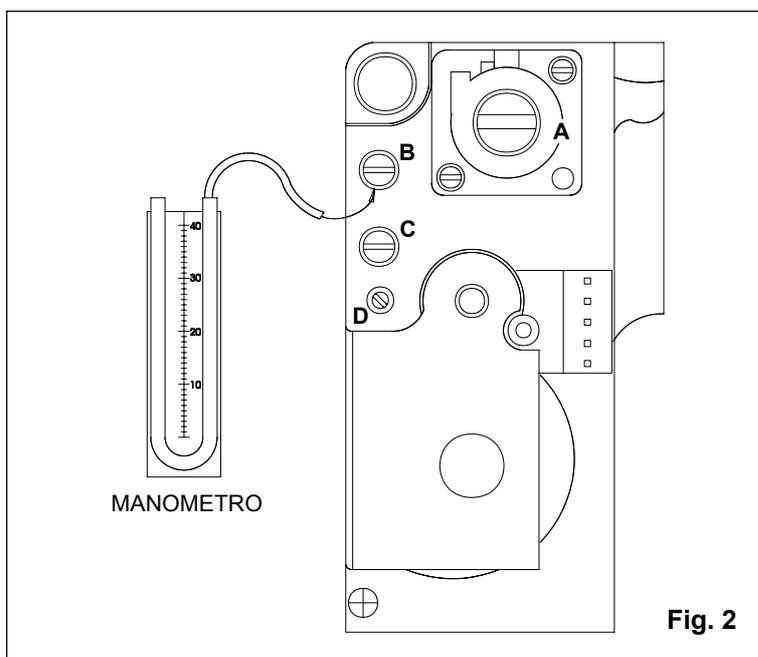

Fig. 2
- inserire un manometro nella presa di pressione **B** (fig. 2);
- togliere il tubetto di silicone dalla presa di pressione **B** (fig.2), serrare la vite e assicurarsi che non vi siano fuoriuscite di gas;
b. inserire un manometro nella presa di pressione **B** (fig. 2);
c. tenere premuti contemporaneamente i tasti (4) e (6), attivare l'interruttore di accensione (1) e attendere che il display (7) visualizzi "PL" – "0";
i. rilasciare i tasti (4) e (6);
b. tenendo premuto il tasto (5), con il tasto (6) selezionare il parametro **11** ;
c. rilasciare il tasto (5); poi ripremerlo e rilasciarlo: il display (7) visualizzerà il valore parametro da modificare;
d. agire sul tasto (6) per raggiungere il valore **99** ;
e. raggiunto il valore parametro "99", premere il tasto (5) per confermare e rilasciarlo, verrà visualizzato il valore **11** sul display;